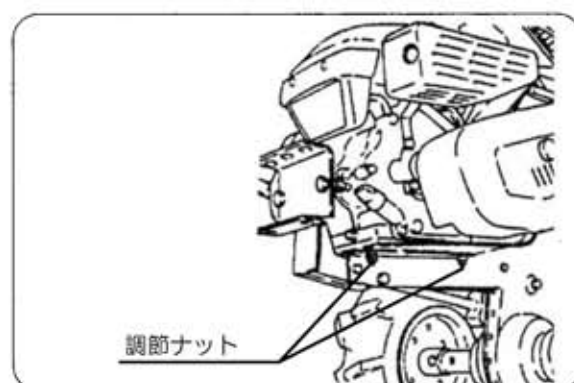

図42
- ⑤ 調節ナットの調整だけでは、不完全な場合はエンジンの固定ボルトをゆるめ、エンジンの位置を前後に移動して、調整してください。(図42)